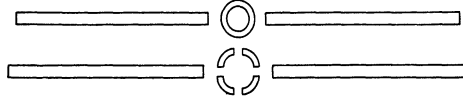

Fig. 145.
- ε) 2 Stabmagnete mit den Achsen in einer Geraden, ungleichnamige Pole in 5 cm Abstand einander zugekehrt, dazwischen ein eiserner Ring (Fig. 145).